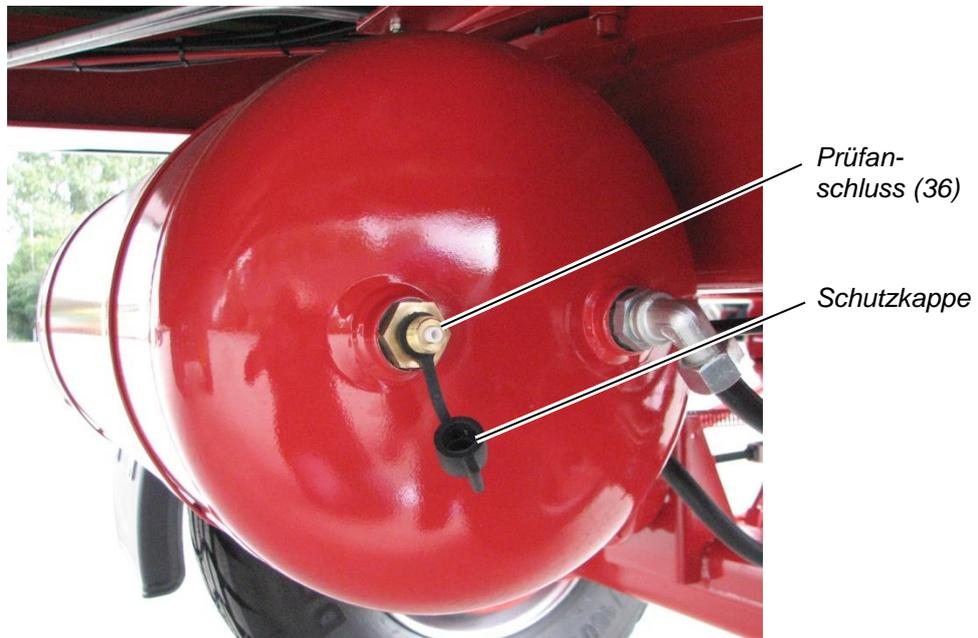

Abbildung 88: Prüfanschluss für ein Manometer am Druckluftvorratsbehälter
- ⇒ Ziehen Sie die Schutzkappe vom Prüfanschluss (36) ab (siehe Abbildung 88).
- ⇒ Stecken Sie ein Manometer auf den Prüfanschluss (36) und lesen Sie den gemessenen Luftdruck ab.
- ⇒ Setzen Sie die Schutzkappe wieder auf den Prüfanschluss (36) auf.
- ↳ Die rot markierte Vorratsleitung (4) wird druckluftbeaufschlagt und füllt den Druckluftvorratsbehälter.